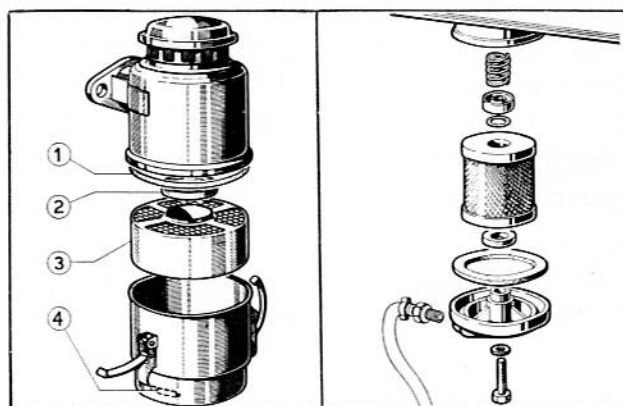

Fig. 15
Démonter et remplacer la bague d'étanchéité (1) et la câle en caoutchouc (2) si elles sont détériorées (fig. 15).
Pour les moteurs destinés à fonctionner dans un milieu poussiéreux, sont prévus des filtres de grande capacité ou à pré-filtre centrifuge, fournis à la demande Filtre à combustible (Fig. 15).